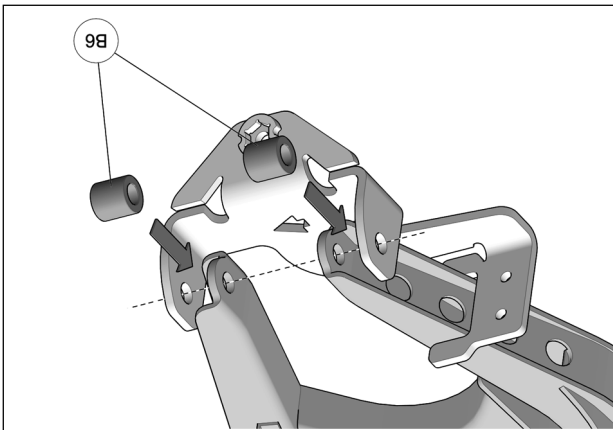

Fig. 7
8. Insérer les bagues (B6) entre l'ancrage et le bras de suspension. Aligner les trous de fixation de l'ancrage et des bagues aux trous présents dans le bras de suspension. Voir la Fig. 7